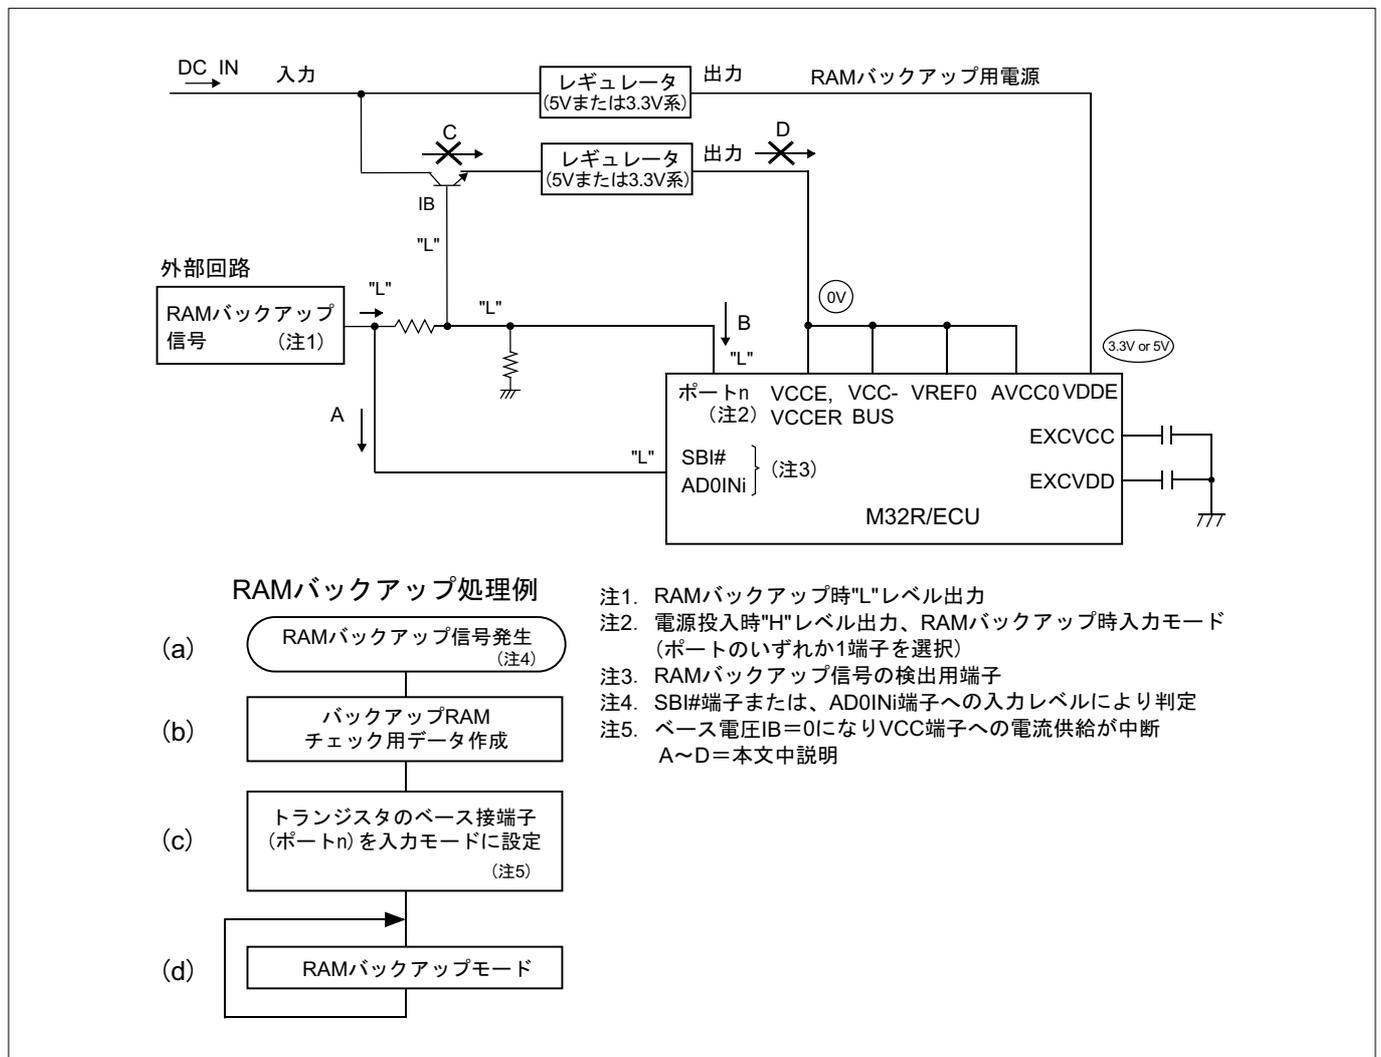
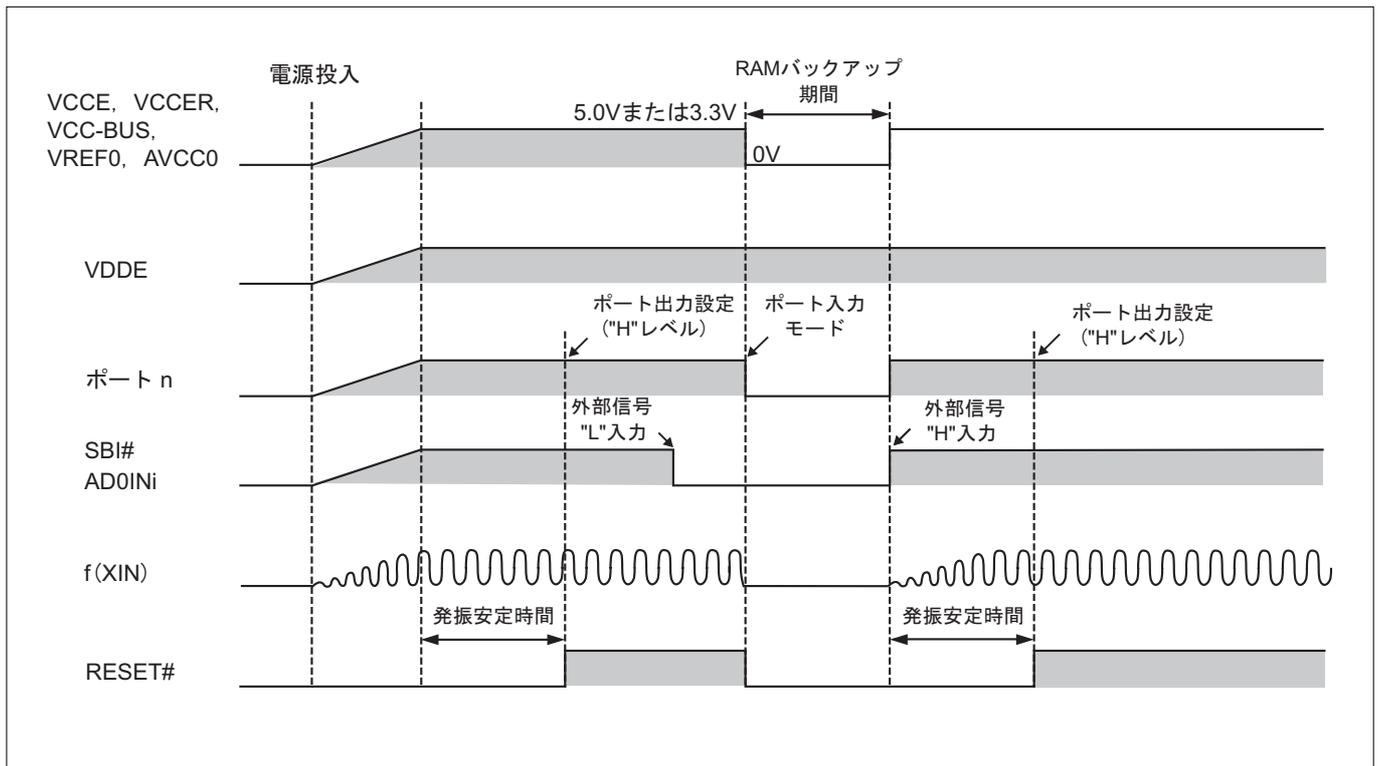

図19.3.3 低消費電力化時のRAMバックアップ時の状態
図19.3.4 低消費電力化のためのRAMバックアップシーケンス例
図19.3.3にRAMバックアップ時の状態を示し、図19.3.4にRAMバックアップシーケンスを示します。外部回路から"L"レベルが出力されるとSBI#端子またはAD0INi端子へ"L"レベルが入力されます。これらの端子への"L"レベル入力が、RAMバックアップ信号の発生となります(図19.3.3のA、(a))。RAMバックアップモードを有効にするためには、次の設定を行ってください。
- (1) RAMバックアップモードから通常モードに復帰したときに、RAMのデータが正常に保存されていたかのチェック用データを作成(図19.3.3の(b))
- (2) 低消費電力を実現するために、ポートn以外のプログラマブル入出力ポートをすべて入力モード(または出力モードで"L"レベル出力)に設定(図19.3.3の(c))
- (3) ポートnを入力モードに設定(図19.3.3のB、(d))
この処置によってトランジスタのベース電圧IBが"L"レベルになり、VDDE端子以外の電源端子への電源供給が遮断(図19.3.3のC、D)
(1)~(3)の設定によってVDDE端子は3.0V~5.5V、その他の端子は0Vになり、M32R/ECUはRAMバックアップモードになります(図19.3.3の(d))。